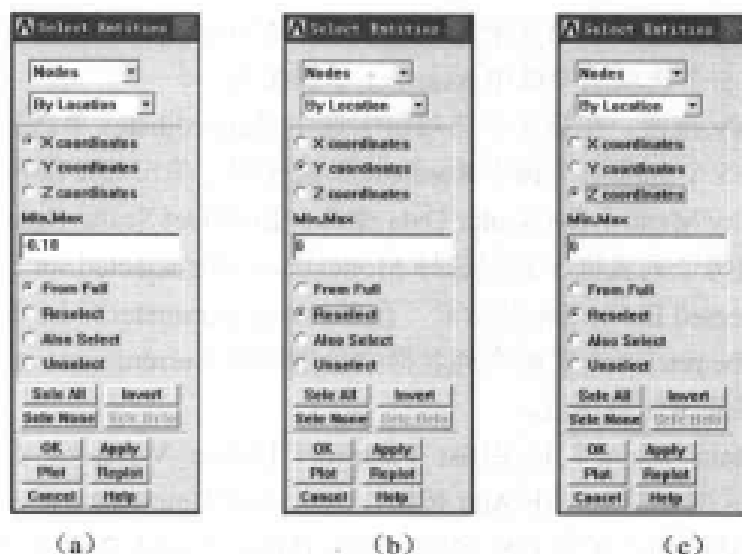

图 13-120 选择节点对话框
(11) 选择 Utility Menu | WorkPlane | Align WP with | Global Cartesian 命令。
(12) 选择 Utility Menu | Select | Entities 命令, 出现 Select Entities 对话框。在第 1 个下拉列表框中选择 Nodes 选项, 在第 2 个下拉列表框中选择 By Location 选项, 在第 3 个选项组中选中 X coordinates 单选按钮, 在 Min,Max 文本框中输入 -0.18, 在第 4 个选项组中选中 From Full 单选按钮, 如图 13-120 (a) 所示。
(13) 单击 Apply 按钮, 在第 3 个选项组中选中 Y coordinate 单选按钮, 在 Min,Max 文本框中输入 0, 在第 4 个选项组中选中 Reselect 单选按钮, 如图 13-120 (b) 所示。
(14) 单击 Apply 按钮, 在第 3 个选项组中选中 Z coordinate 单选按钮, 在 Min,Max 文本框中输入 0, 在第 4 个选项组中选中 Reselect 单选按钮, 如图 13-120 (c) 所示, 单击 OK 按钮关闭该对话框。